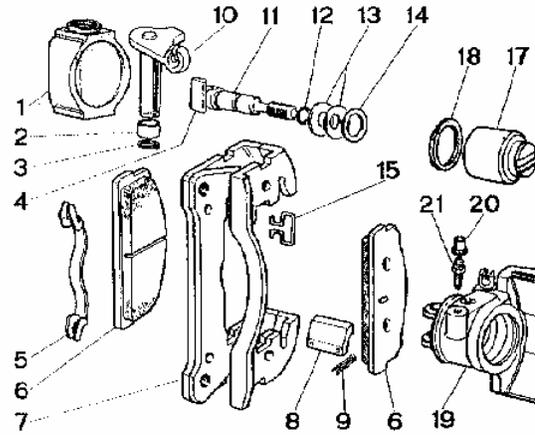

fig.2 -Vue éclatée d'un étrier de frein AR et de sa chape.
L'action de freinage est transmise du câble au piston au moyen du levier (10, fig. 2) monté sur la fourche d'étrier et par la vis (11) vissée dans le piston.